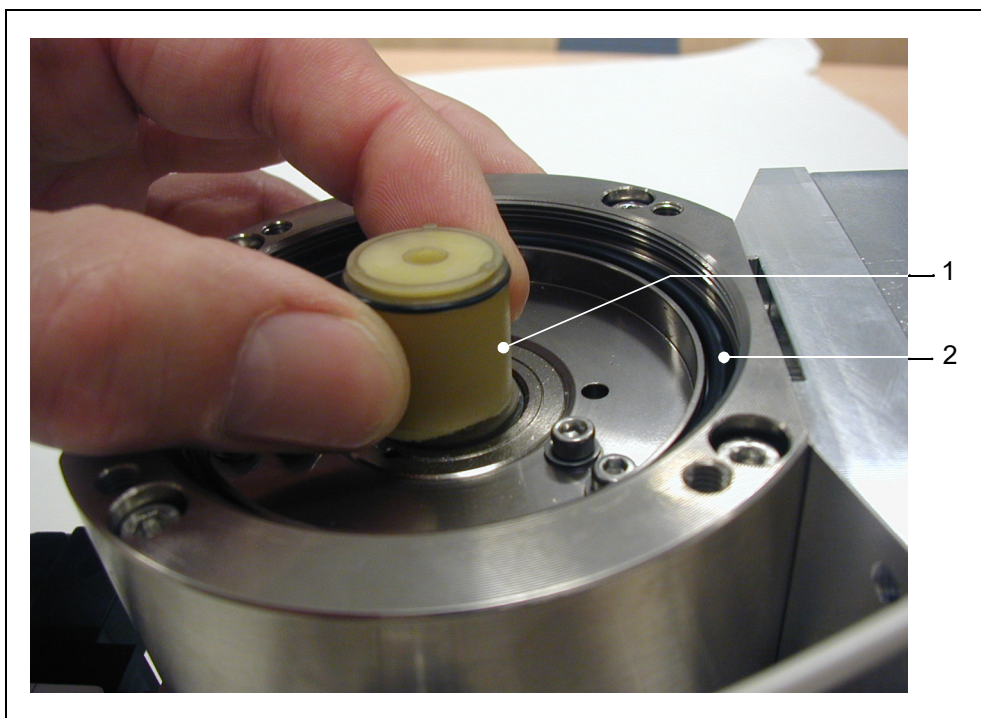

図 7-4 オイルリザーバの交換
- 7 新しいオイルリザーバを挿入します。詳細は図 7-4 を参照してください。
- 8 Oリング（図 7-4/2）を新しいものに交換します。新しいOリングが適切な位置に挿入されていることを確認してください。不適切なOリングの挿入は、グロスリークおよび機器の故障を起こす可能性があります。